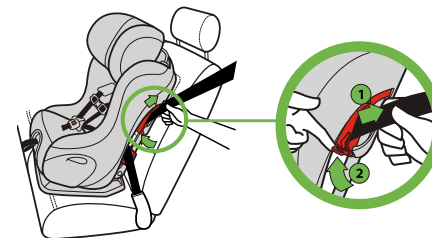

Figura 91
- Si utiliza un cinturón de regazo y hombro: Mientras mantiene apretado el cinturón del vehículo, cierre el broche del cinturón para la posición viendo hacia adelante, como se muestra en la **figura 91**.